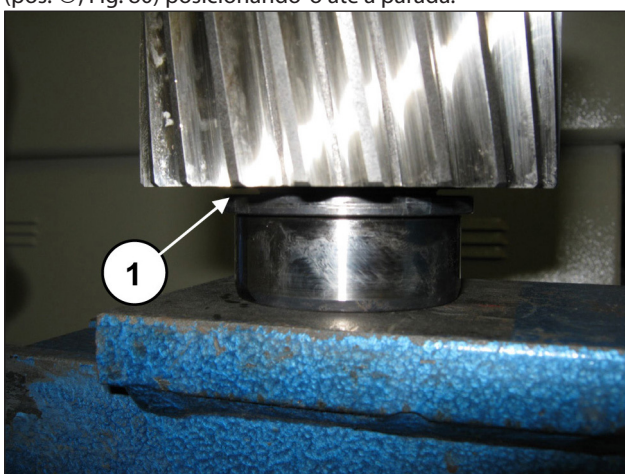

Fig. 80
Pré-monte o anel interno do rolamento 40x90x23 no pinhão (pos. ①, Fig. 80) posicionando-o até a parada.